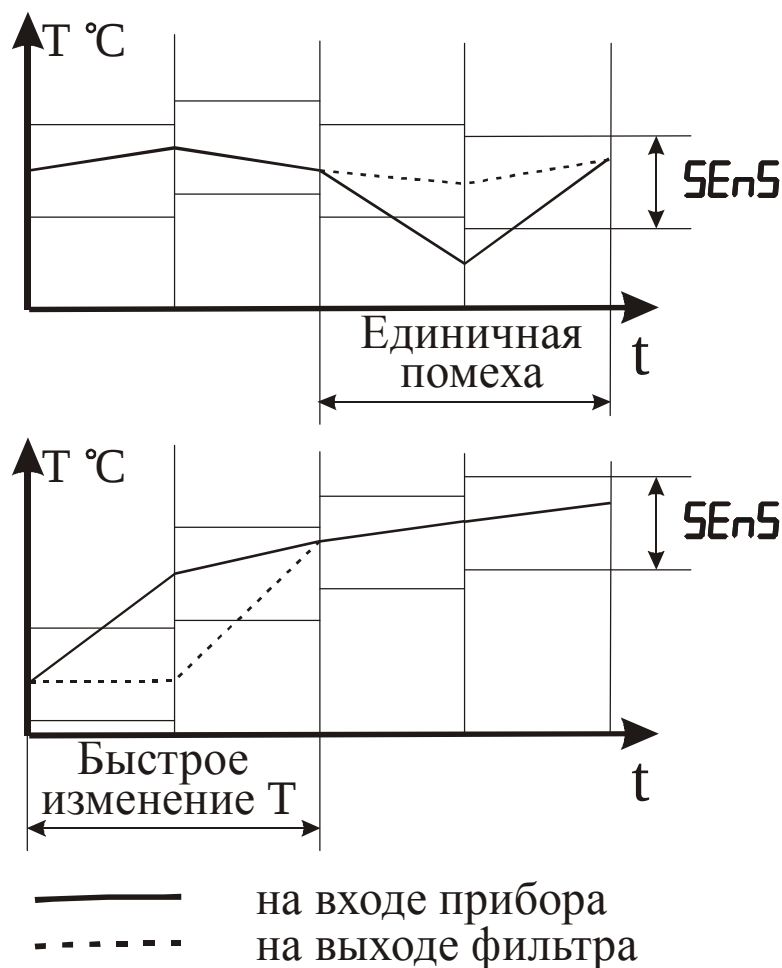

Рисунок 3.8 – Работа фильтра при воздействии случайной помехи и быстром изменении сигнала
3.3.3.8 С целью уменьшения влияния случайных импульсных помех на показания в прибор введена цифровая фильтрация. Работа фильтра описывается параметром “Полоса фильтра”. Если текущее значение температуры отличается от результатов предыдущего измерения на значение, которое превышает указанное в параметре “Полоса фильтра”, то проводится повторное измерение температуры, а на индикаторе остается старое значение (см. рисунок 3.8).